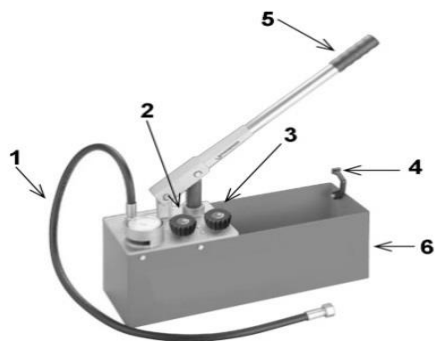

рис. 1 – Конструкция опрессовочного насоса МТП-50
1. Залейте в резервуар (6 *рис.1*) насоса необходимый объем рабочей жидкости.
2. При открытых вентилях V1 (2 *рис.1*) и V2 (3 *рис.1*). Произведите пробные качания вхолостую для удаления воздуха из гидросистемы насоса.
3. Подсоедините напорный шланг (1 *рис.1*) к тестируемому оборудованию с открытым клапаном V1 (2 *рис.1*) и закрытым клапаном V2 (3 *рис.1*).
4. Откройте в гидравлической системе одну или несколько точек продувки. Снимите крюк (4 *рис.1*), фиксирующий ручку (5 *рис.1*), и откачивайте жидкость до тех пор, пока из системы не будет удален весь воздух. Закройте вентиляционные отверстия.
5. Произведите закачивание жидкости. При достижении необходимого давления закройте запорный клапан V1 (2 *рис.1*) до окончания проведения испытаний.
6. Если давление во время его нагнетания в системе превысит заданное значение (по манометру), откройте клапан V2 (3 *рис.1*) и снизьте до достижения требуемого. Затем закройте все клапаны.
8. По завершении испытаний медленно откройте клапан V2 (3 *рис.1*) для сброса давления, при этом жидкость будет поступать обратно в резервуар (6 *рис.1*). После окончания работ отсоедините шланг (1) от испытываемой системы.
5.3 После проведения испытаний необходимо полностью удалить воду из нагнетательной полости, резервуара (6 *рис.1*) и шланга высокого давления (1 *рис.1*). После нужно залить в резервуар (6 *рис.1*) минеральное масло на 25-30 мм выше всасывающего патрубка насоса и прокачать вхолостую для смазывания его внутренних полостей.